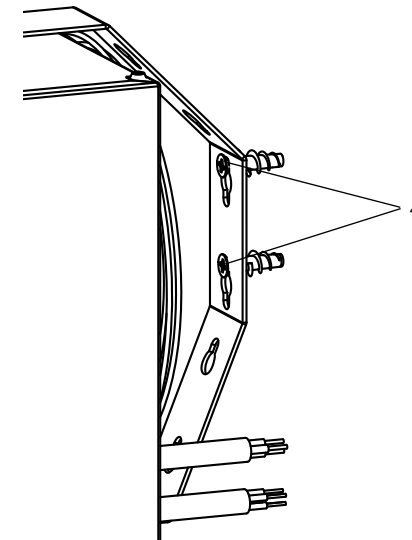

Рис.6 – Паз фиксации на кронштейне подвеса.
- 5) Сместить в паз для фиксации (4). (Рис. 6)